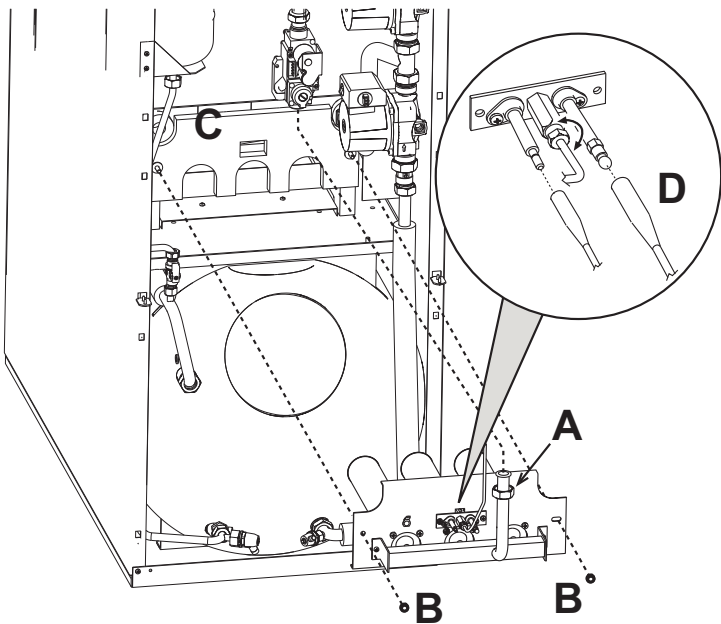

fig. 22 - Démontage des brûleurs
- Dévisser les deux écrous "B" qui fixent la porte de la chambre de combustion aux éléments en fonte de la chaudière (fig. 22)